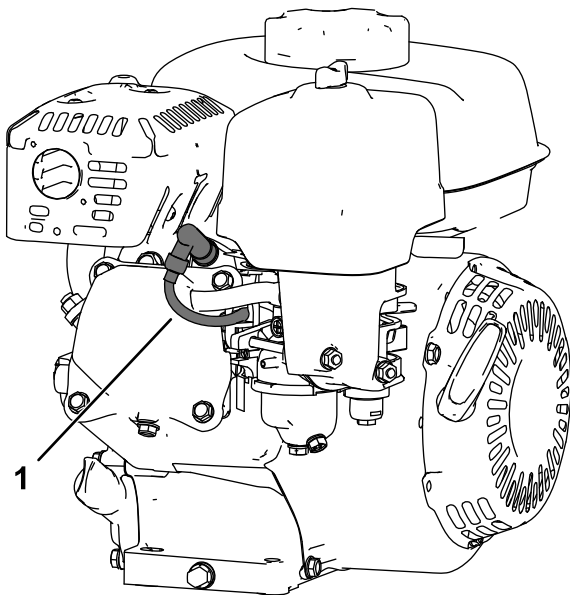

Figure 21
5. Débranchez le fil de la bougie (Figure 21).